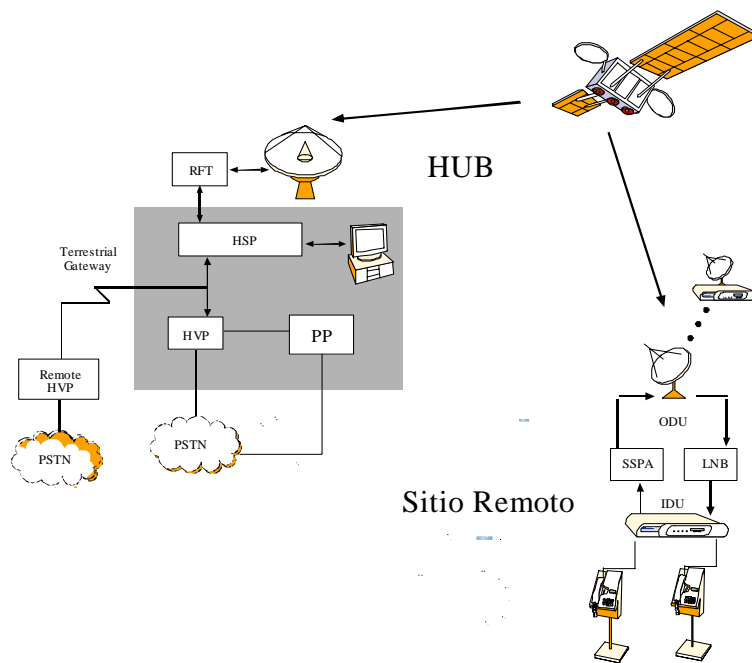

Imagen 7. Arquitectura de Red Vsat
El HSP y el HVP manejan el tráfico y la señalización de voz. El HPP maneja la interconexión con la Red de Internet y los protocolos TCP-IP. El HSP maneja la conexión satelital con las VSATs y el HVP provee las interfaces E1 hacia la Plataforma Prepago (PP) y hacia las Centrales de los Operadores habilitados, ver imagen 7.
diferente de aquel en el cual se encuentra el equipo que hace parte del HSP, (ver imagen 7). Dado que la comunicación entre los HVPs y el HSP se realiza utilizando el protocolo Ethernet estándar, en el caso de los HVPs remotos, para su implementación tan solo se requiere la conexión entre los dos puntos a través de enlaces dedicados interconectados por los *routers*, por tal razón se sugiere como alternativa de solución los HVPs remotos con conexión terrestre (*Gateways Terrestres*), esto último con la finalidad de ahorrar costos operativos en el satélite, como se ilustra en la imagen 7.